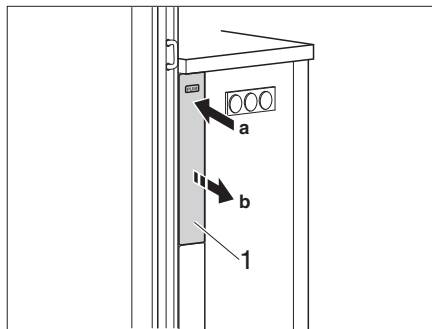

Fig. 128 Libérer l'élargissement
- Presser sur le cache (Fig. 128,1) de l'élargissement. L'élargissement est libéré.
- Pousser l'élargissement (Fig. 128,1) dans la structure de cuisine jusqu'à ce qu'il se verrouille.